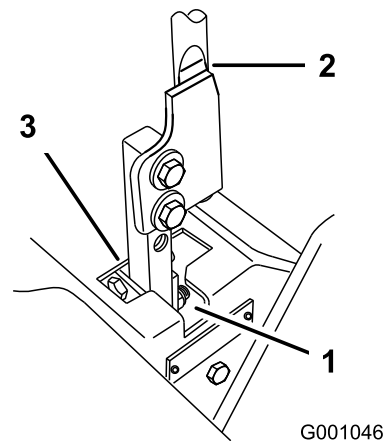

Figure 93
5. Placez le levier au point mort, sans le verrouiller (Figure 93).
6. Tirez-le ensuite en arrière jusqu'à ce que l'axe de chape (situé sur un bras sous l'axe de pivot) touche l'extrémité de l'encoche (c.-à-d. commence juste à appuyer sur le ressort), comme montré à la Figure 93.
7. Vérifiez la position du levier par rapport au cran de la console (Figure 93).